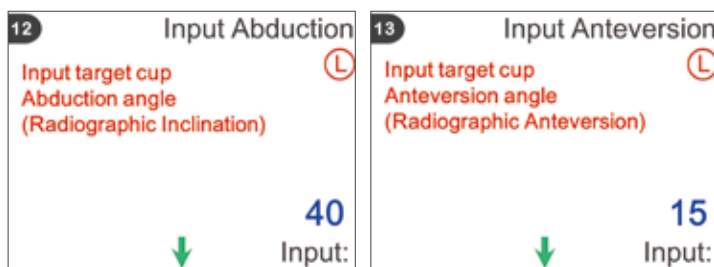

Figure 1
- 遠位に投影する場合は水平に設置します (Figure 1)。牽引手術台を使用してまっすぐに装着することにより、ブーツに照射することもできます (7 ページに記載の「患者体位とピンの設置」を参照してください)。